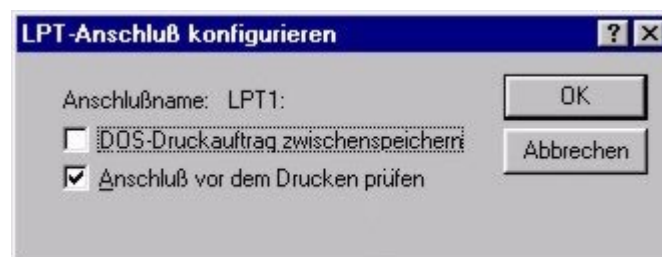

Abb. 1: ACHTUNG! - Stellen Sie unbedingt sicher, dass das obere Auswahlfeld („DOS-Druckauftrag zwischenspeichern“) nicht ausgewählt ist.
4. Taste ANSCHLUSSEINSTELLUNGEN anklicken. Ein Auswahlfenster öffnet sich (Abb. 1).